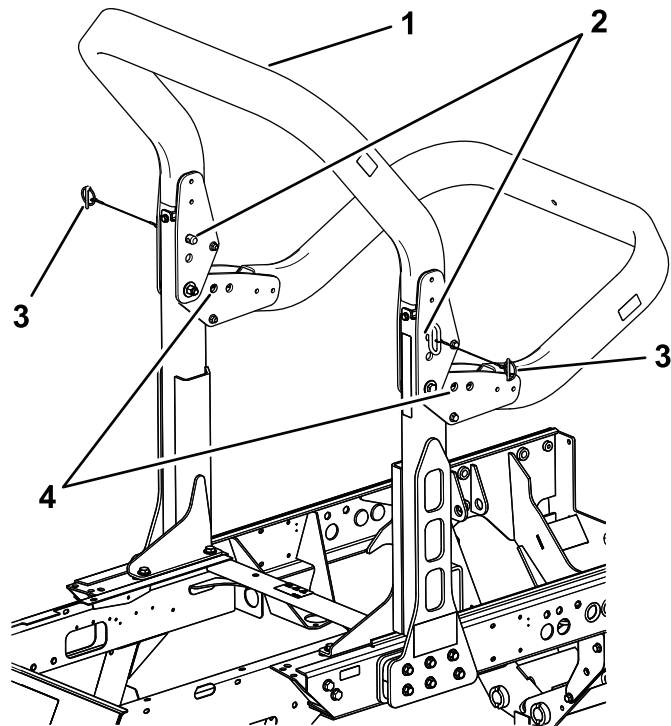

Рисунок 42
2. Поддерживайте верхнюю раму, когда снимаете шпильки и шпилькуемые штифты с кронштейнов осей поворота (Рисунок 42).